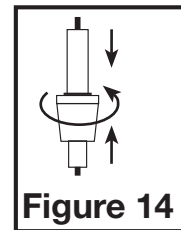

Figure 14
- Suivez les étapes de la **SECTION 5 Câblage** pour accéder au porte-fusible situé à l'intérieur du compartiment de câblage. Pour remplacer le fusible, pressez le haut et le bas du porte-fusible ensemble tout en tournant le plus gros morceau dans une direction opposée aux languettes (**Figure 14**). Remplacez le fusible uniquement avec un fusible action rapide 0,5 Amp, 250 VAC, 5 x 20mm. Rebranchez le porte-fusible en alignant la partie supérieure et inférieure et pressez ensemble tout en tournant jusqu'à ce qu'ils soient enclenchés en place. Rangez soigneusement dans le compartiment de fils et réinstallez le couvercle du compartiment de fil.